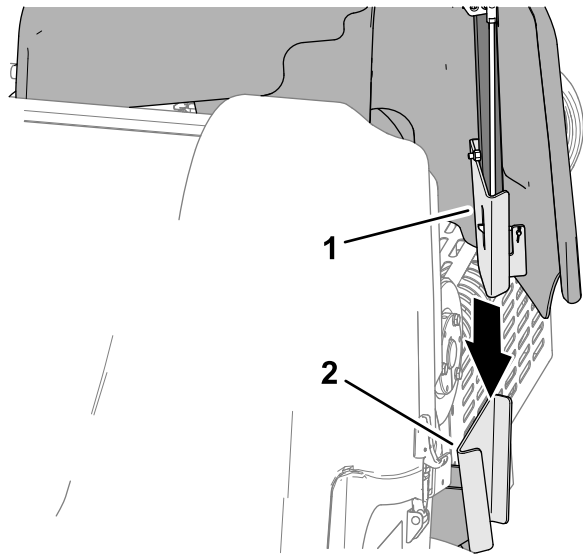

图 144
1. 将皮带罩安装支架对准机器机架的皮带罩支撑托架 图 144。